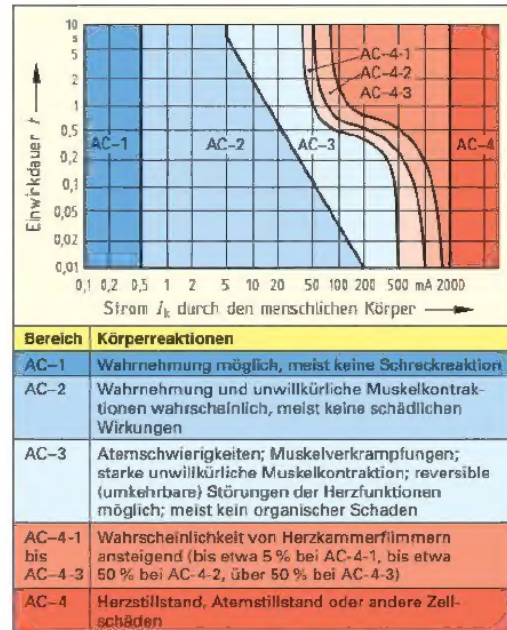

Bild 1: Wirkungsbereiche bei Wechselstrom 50 Hz auf erwachsene Personen nach DIN VDE V 0140
7. Untersuchungen für 50-Hz-Wechselstrom haben nach DIN VDE V 0140 vier Wirkungsbereiche AC1 bis AC4 (Bild 1) ergeben. Ergänzen Sie mithilfe der Angaben in Bild 1 die Tabelle.